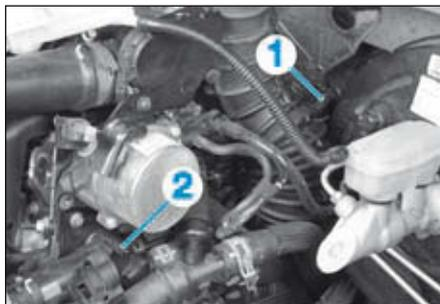

FIG.26
- Ouvrir la vis de purge sur le boîtier thermostatique (1) et la vis de purge sur la durite du radiateur de chauffage (2) (Fig.26).